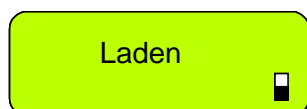

Bild 3.2
- Wenn die Verbindung zum Ladegerät steht, erscheint die folgende Nachricht auf dem Display (Bild 3.2) und der Batterieanzeiger läuft kontinuierlich von leer nach voll.